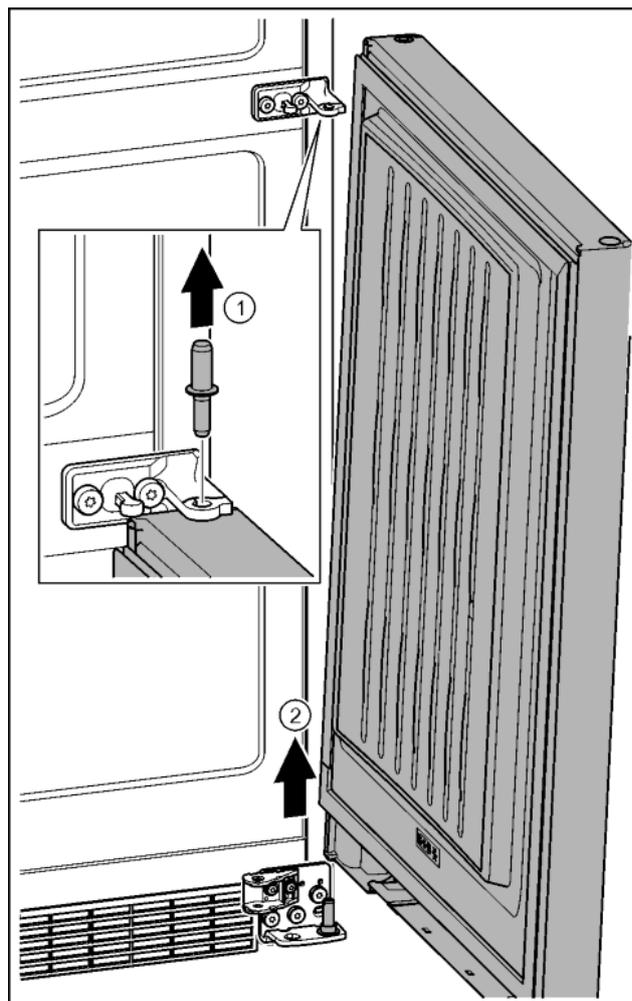

Fig. 27
- ▶ Извлечь пальцы движением вверх. Fig. 27 (1)
- ▶ Отклонить дверь, приподнять вверх и отставить в сторону. Fig. 27 (2)